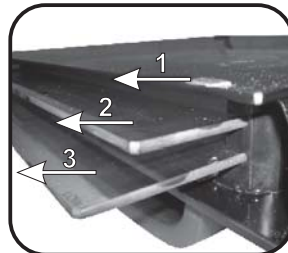

Figura 6
- \*Para los hornos pirolíticos, también se deben quitar el 2º y 3er cristal. (Figura 6)